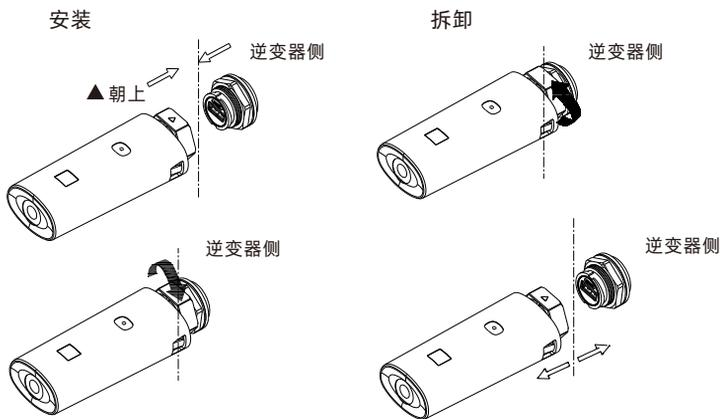

图 6.9B
- 3>如图6.9B所示，确保△朝上，将监控模块插入USB接口，并拧紧锁头。